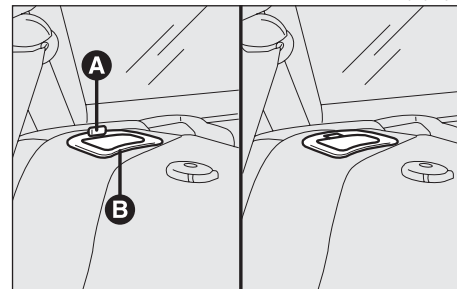

fig. 43
**AVERTISSEMENT** Les dossiers sont correctement accrochés lorsque le poussoir (**A-fig. 43**) placé près de chaque poignée (**B-fig. 43**) est rentré dans la poignée.